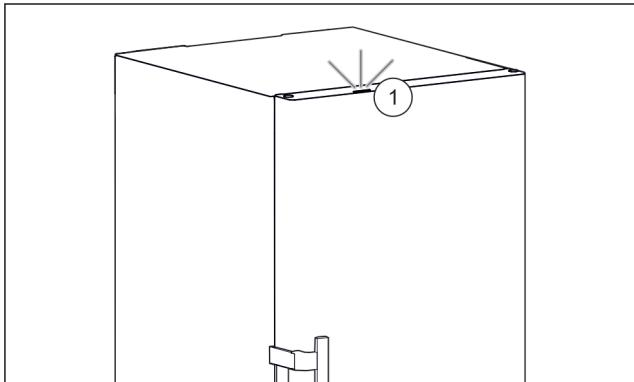

Fig. 41 Aktívne stavové svetlo pri zatvorených dverách
- Stavové svetlo Fig. 41 (1) je aktivované.